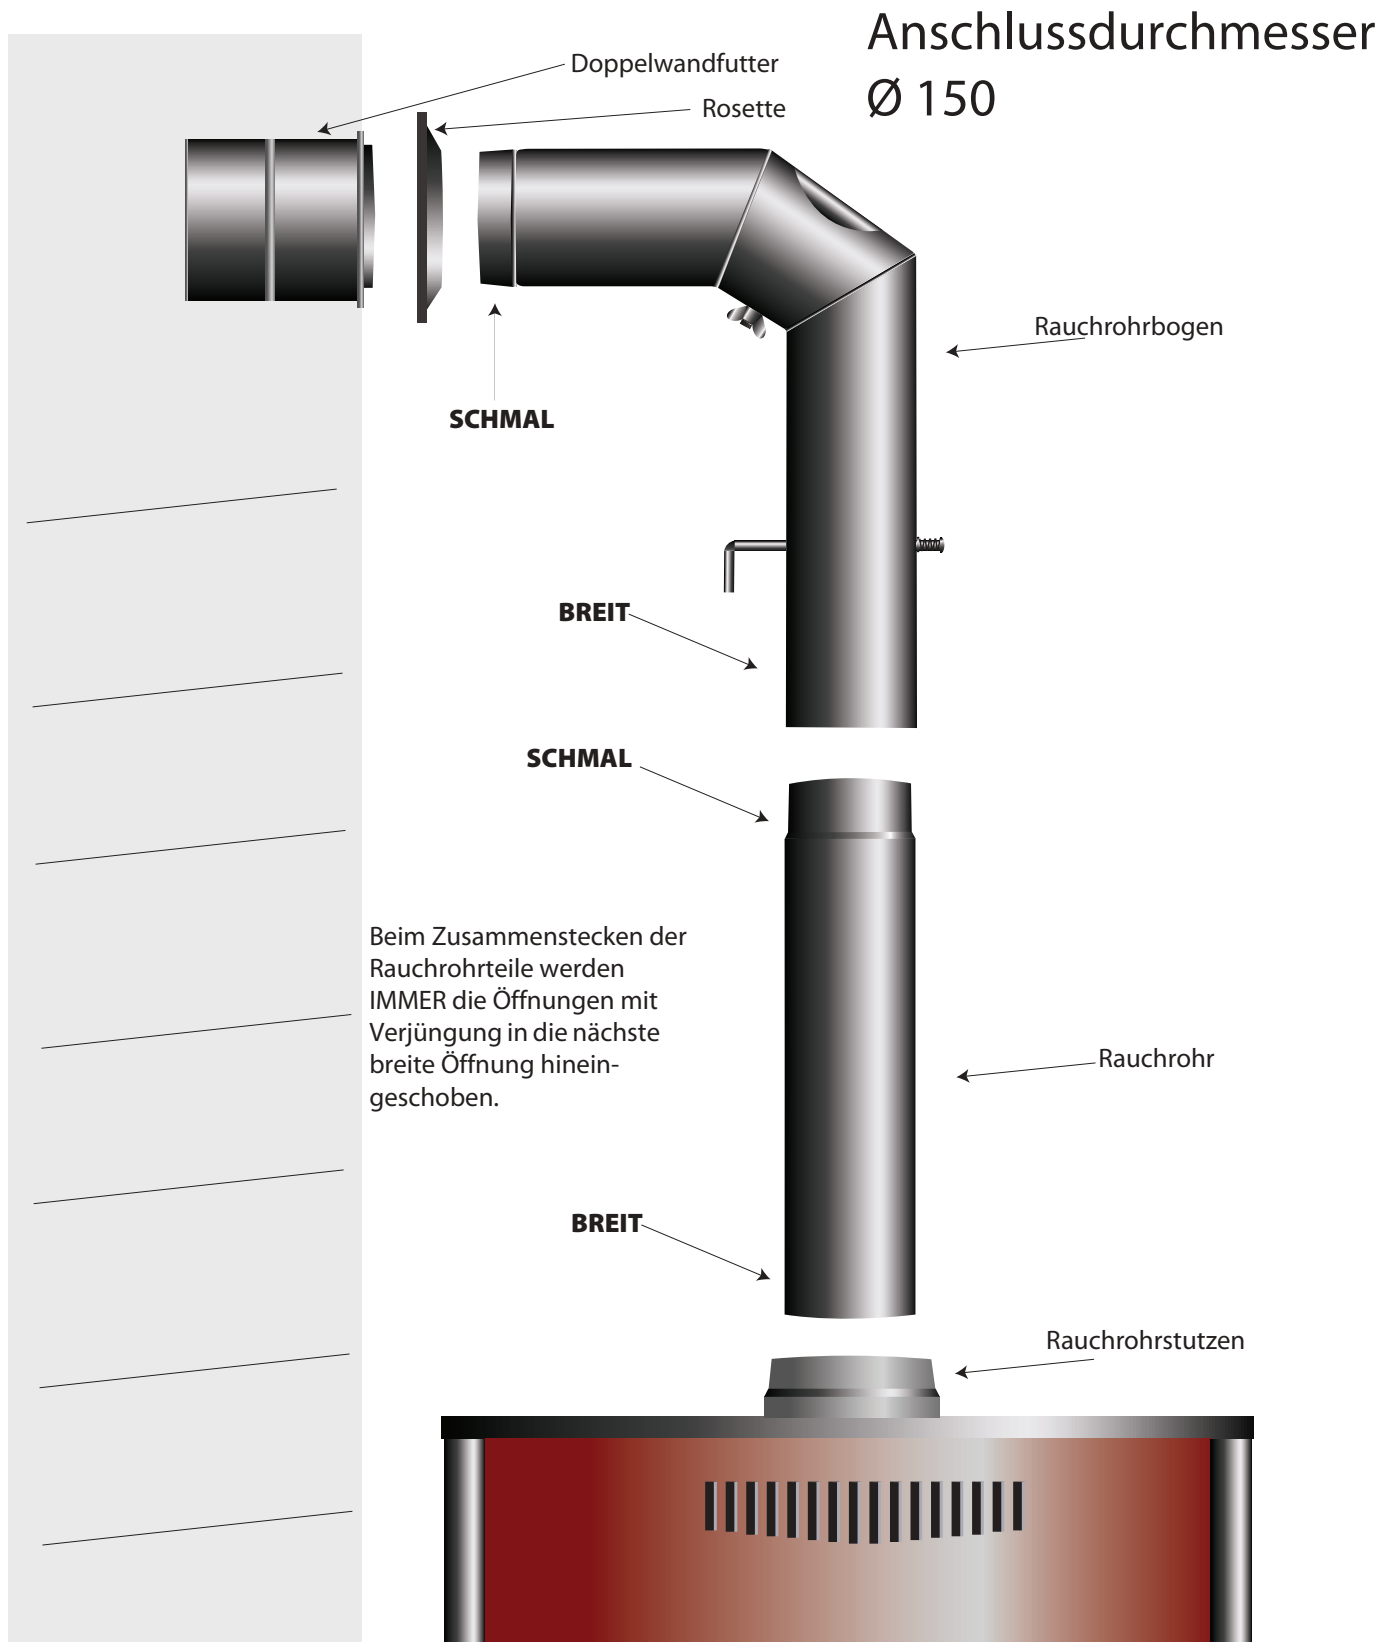

Abbildung 4 Anschluss des Kaminofens an den Schornstein
5. Abbildung 4 Anschluss des Kaminofens an den Schornstein	Seite 6